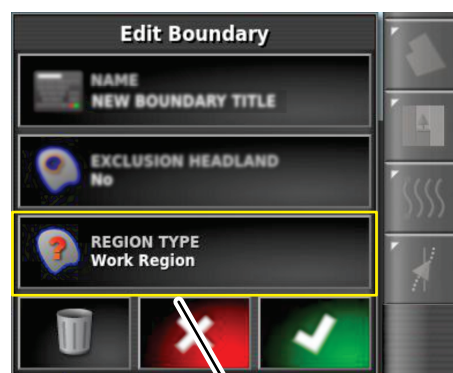

Bild 61
1. Tippen Sie im Dialogfenster Feldgrenzen bearbeiten auf das Symbol REGIONTYP (Bild 61).